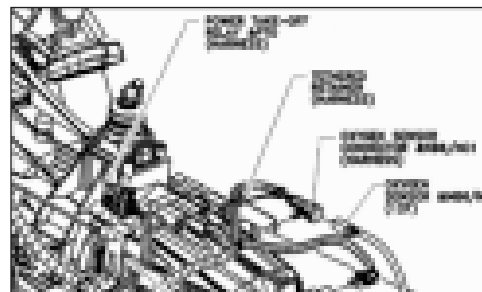

Fig. 20
22. En el lado derecho de la transmisión se encuentra una abrazadera para el arnés de cableado del sensor de oxígeno (para vehículos de California con motores de 8.1 L). Esta abrazadera se encuentra en todos los vehículos y puede interferir con los tubos hidráulicos. Si el arnés de cableado del sensor de oxígeno se encuentra en el vehículo, doble la abrazadera hacia el centro de la transmisión. Si el vehículo sólo tiene la abrazadera, ésta se puede quitar y el perno se puede apretar a 23 Nm [17 libras-pie]. No aplique sellador en el perno (Fig. 20).